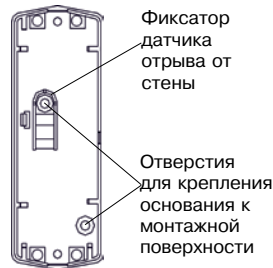

Рисунок 3 – Основание БОС
9.1 Подготовьте отверстия для крепления элементов сигнализатора. Для разметки могут быть использованы ДЗ и основание корпуса БОС (см. рисунок 3) со снятой печатной платой.